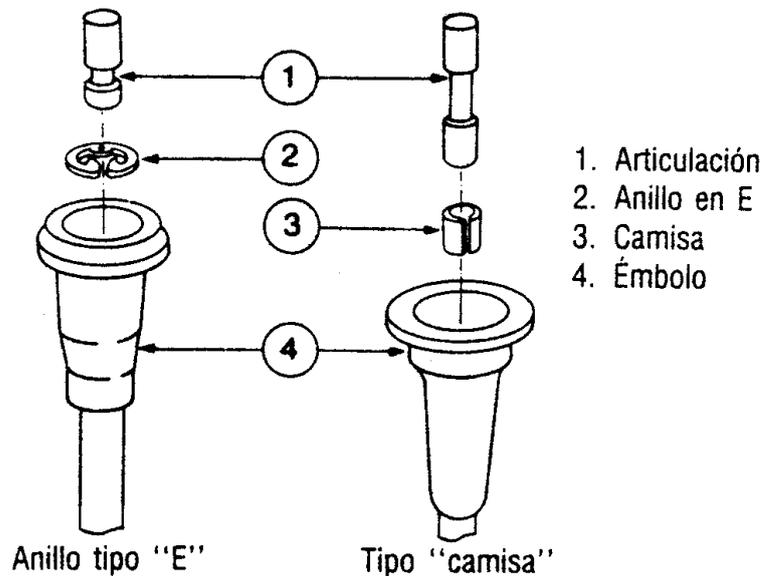

FIGURA 3.10 ARTICULACIÓN DEL EMBOLO INYECTOR
2. Cambiar la articulación del émbolo si resulta evidente un desgaste excesivo (figura 3.10).